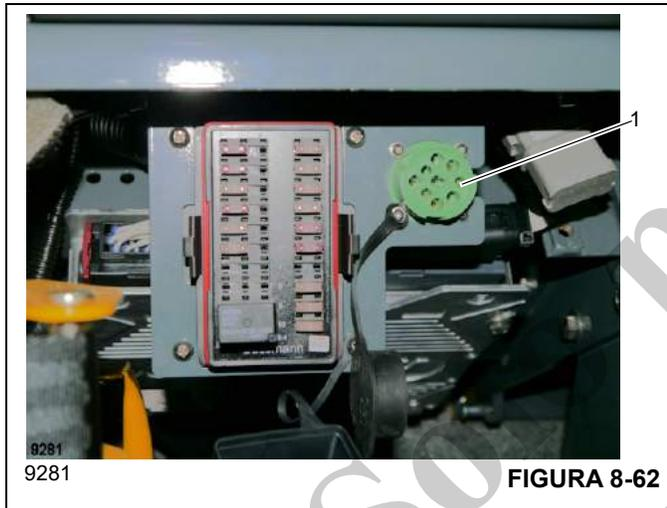
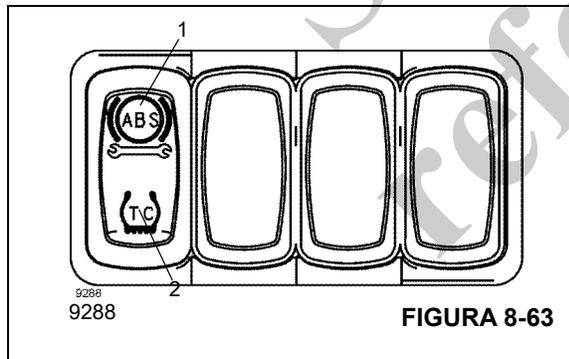

FIGURA 8-62
FIGURA 8-63
El conector integrado de 9 clavijas para diagnóstico (1), (Figura 8-62) se encuentra debajo del tablero de instrumentos, en el lado izquierdo de la columna de la dirección. El interruptor de diagnóstico del ABS (1), (Figura 8-63) se encuentra cerca de la parte inferior izquierda del tablero de control como se ilustra en la (Figura 8-63).
3. Comunica la información de código de falla apropiada a través del enlace de comunicación en serie para diagnóstico según se requiera. Las herramientas de mano para diagnóstico o basadas en PC se conectan en el conector para diagnóstico integrado en el vehículo, situado debajo del tablero del lado izquierdo, como se muestra en la (Figura 8-62).